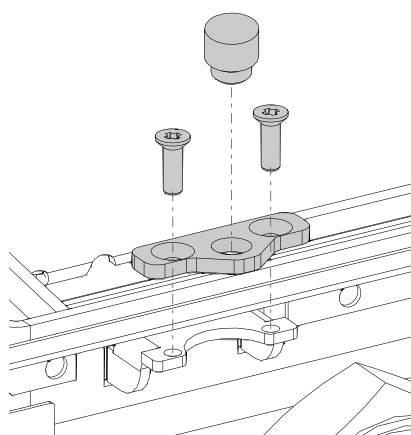

Fig. 35 Centrage plaque de cuisson en céramique
- Monter comme illustré la centrage sur les consoles de chaudière (Klassik + Premium), ainsi que les consoles de la partie four (Premium uniquement) avec des vis à tête fraisée – Fig. 35.